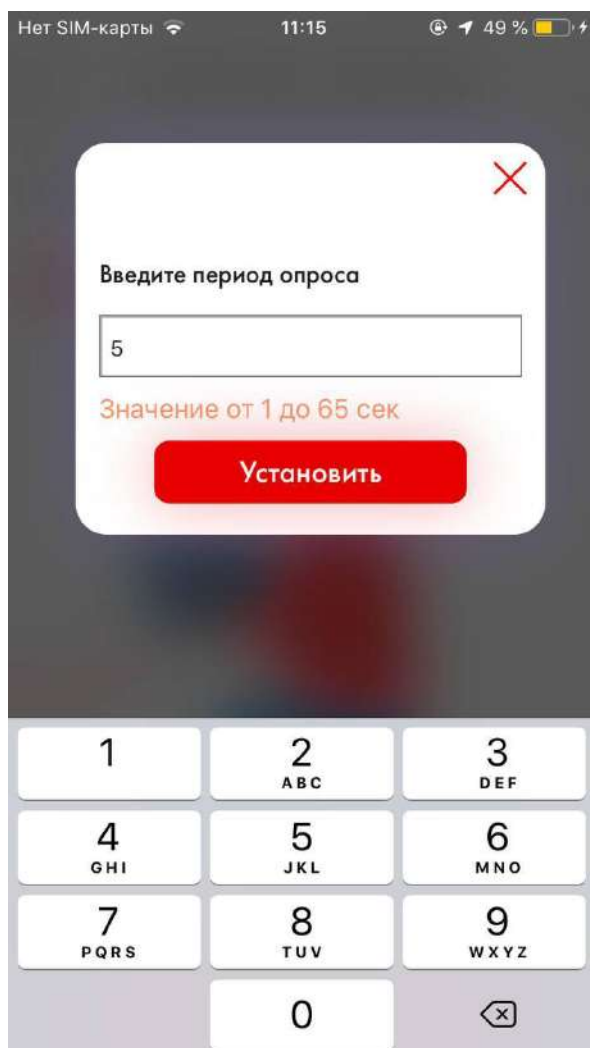
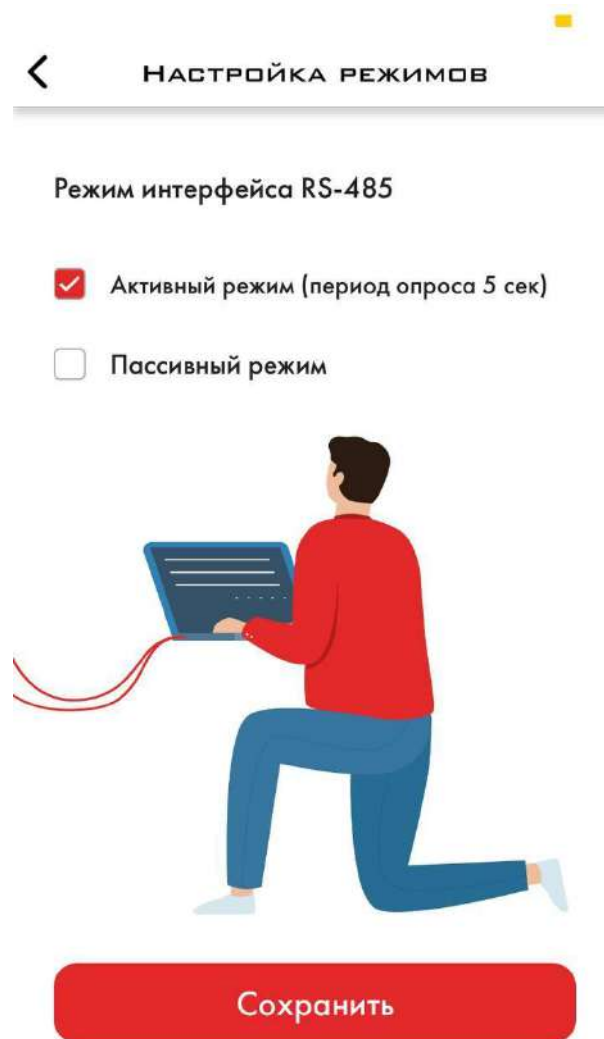

Рис. 29 RS-485 активный режим: установка интервала опроса
Рис. 30 RS-485 Активный режим опроса
2.5.7 Выберите **Активный режим** Затем введите интервал в секундах от 1 до 65 и нажмите «**Установить**» (Рис. 29). Затем нажмите **Сохранить**, чтобы применить изменения (Рис. 30).